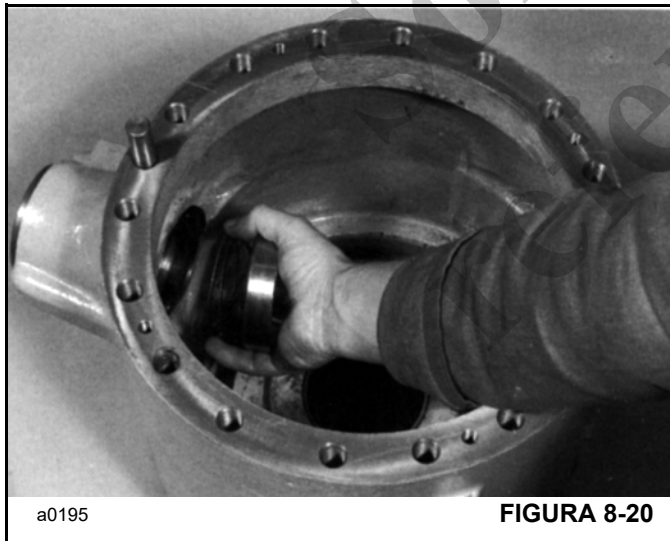

FIGURA 8-20
11. De ser necesario, quite la pista de cojinete interior del piñón y los suplementos (Figura 8-20). Deseche los suplementos. Repita para la pista de cojinete exterior, si se requiere. No hay suplementos para la pista de cojinete exterior.